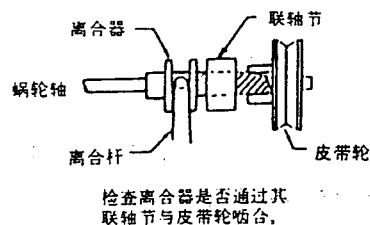

图1-15
3. 最后，检查离合杆与离合器的位置关系以及离合器与皮带轮的位置关系均是否符合图1-15所示的规定要求。